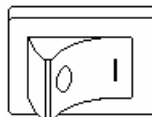

Рисунок 7 Выключатель питания в положении "Включено"
- Переведите выключатель питания в положение [I] «Включено» (см. Рис. 7):